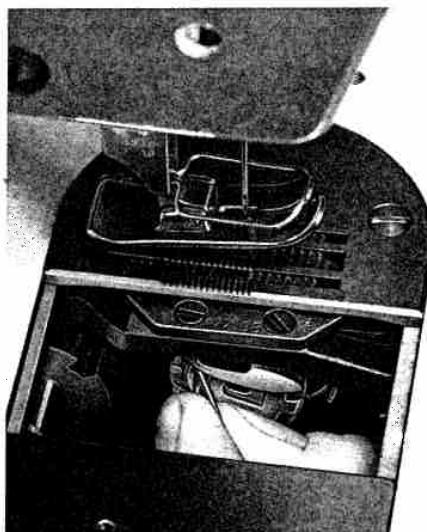

Fig. 6
Bei leichtem Festhalten der Spule den Faden in den Schlitz 1 einhängen und unter der Spannungsfeder hindurchziehen, bis er hinter der Federzunge 2 wieder hervorkommt. Fadenende ca. 5 cm überstehen lassen. Maschine ausschalten. Durch Drehen am Handrad Fadenhebel in höchste Stellung bringen. Oberkapsel in Greifer einsetzen (Fig. 6).
Place the bobbin case into the sewing hook (Fig. 6).
Tout en tenant légèrement la canette, faire passer le fil depuis la fente 1 sous le ressort de tension, jusqu'à ce qu'il réapparaisse derrière la languette du ressort 2. Laisser dépasser environ 5 cm de fil. Mettre la machine hors circuit. Tourner le volant jusqu'à ce que le levier releveur de fil se trouve au point haut de sa course. Placer la boîte à canette garnie dans le crochet (fig. 6).
Sujetando ligeramente la bobina, enganche el hilo en la ranura 1 y páselo por debajo del muelle tensor hasta que aparezca de nuevo por detrás de la lengüeta elástica 2, dejando que sobresalga unos 5 cm. Desconecte la máquina. Gire el volante hasta que la palanca tirahilos de halle en su posición superior. Introduzca la bobina llena en la cápsula y colóquela en el garfio (fig. 6).
■ La spolina piena va inserita nella capsula in modo che il filo scorra in senso orario (vedi freccia fig. 5). Tenendo leggermente la spolina, agganciare il filo nella fessura 1 e tirarlo al di sotto della molla di tensione fino a che non fuoriesce nuovamente dietro la linguetta della molla 2. Tirare ca. 5 cm di filo fuori. Disinserire la macchina. Girando il volantino, portare il tendifilo nella posizione più alta. Mettere la spolina piena nella capsula ed inserire nel chrochet (fig. 6).
■ Introduza a bobina cheia na cápsula de tal forma que o fio desenrole no sentido dos ponteiros do relógio (veja Fig. 6 – seta).
Segurando a bobina, passe o fio pela ranhura 1, por baixo da mola de tensão até que apareça por trás da lingueira da mola 2. Deixar o fio sobressair por mais ou menos 5 cm. Desligar a máquina. Girando manualmente o volante, ponha o elevador do fio na posição mais alta. Introduza bobina e cápsula na lançadeira (Fig. 6).